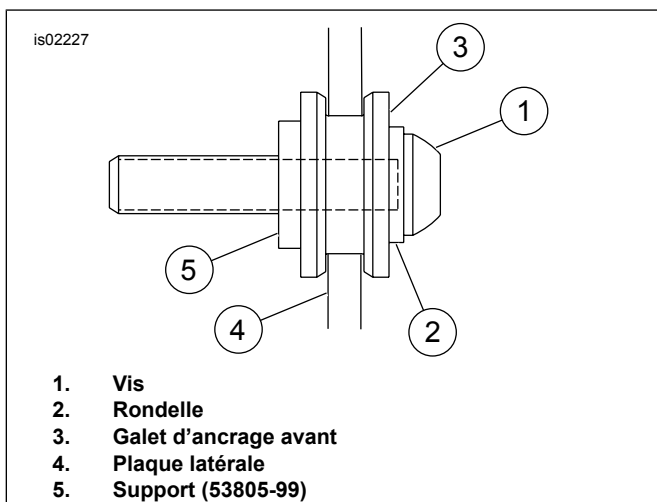

Figure 3. Plaque latérale et galet d'ancrage avant complètement engagés
- Voir la Figure 3. Tout en se tenant derrière la moto, positionner les encoches d'appui-dos avant dans les galets d'ancrage avant. S'assurer que les encoches sont complètement installées dans les galets d'ancrage avant.
Les galets d'ancrage avant et arrière doivent être complètement engagés. Voir les Figures 3 à 6 pour l'engagement correct. Si les galets d'ancrage ne sont pas complètement engagés, ils pourraient changer de position ou se détacher pendant la conduite.